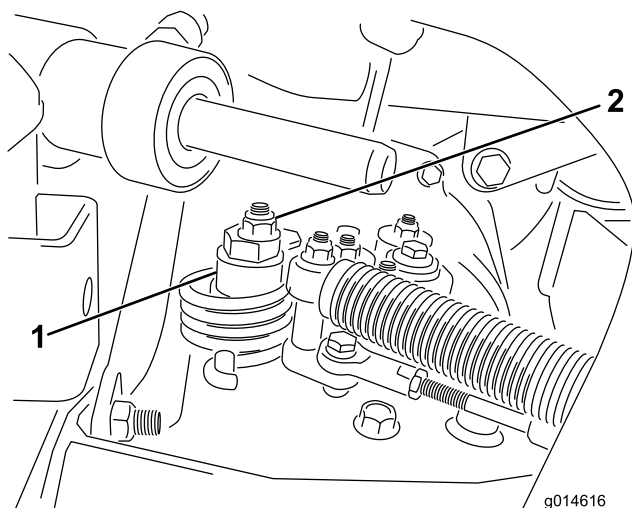

図 49
- A. 偏芯ナットをハイドロスタット上部に止めているナットをゆるめる (図 49)。
- C. どちらにも車輪が回らないように偏芯ナットを回して調整する。調整ができれば固定ナットを締める (図 49)。スロットル SLOW および FAST 位置で調整が正しいことを確認する。